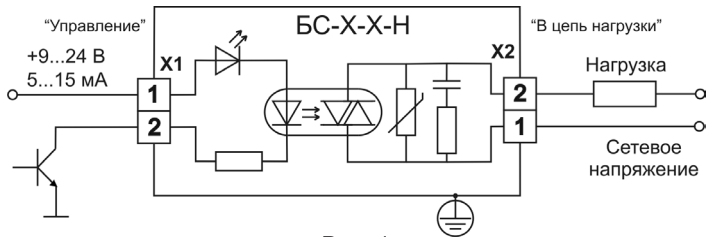

Рис. 1
4.2 Схема включения симисторного блока изображена на рис. 1.
8.5 Подключение управляющей и силовой цепей к симисторному блоку производится согласно рис. 1.